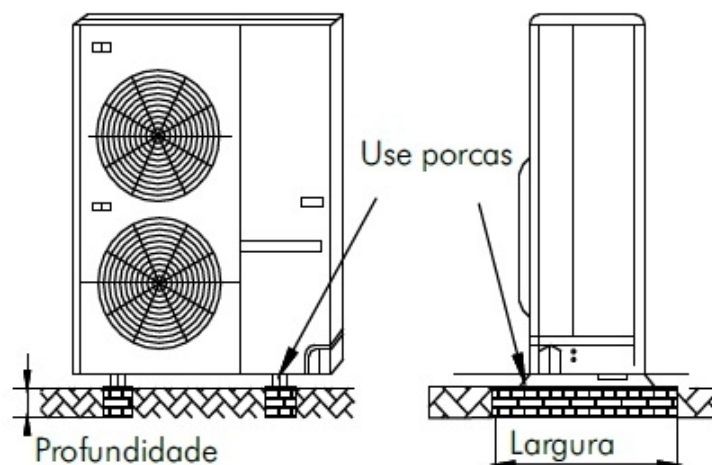

Fig. 5
- 1) Fixe a unidade na base, use o nível (Fig. 5).